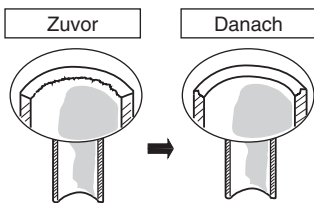

Abb. 5-1
- (1) Die Kupferleitung mit einem Rohrschneidewerkzeug auf die erforderliche Länge zuschneiden. Es wird empfohlen, dabei zur geschätzten Länge ungefähr 30 bis 50 cm hinzuzufügen.
- (2) Die Enden der Kupferleitung nun mit einer Reibahle oder Feile entgraten. Dies ist sehr wichtig und muss sorgfältig durchgeführt werden, um eine korrekte Ausweitung zu erhalten. Unbedingt darauf achten, dass keine Verschmutzung (Feuchtigkeit, Staub, Metallspäne usw.) in die Leitungen gelangen können. (Abb. 5-1 und 5-2)